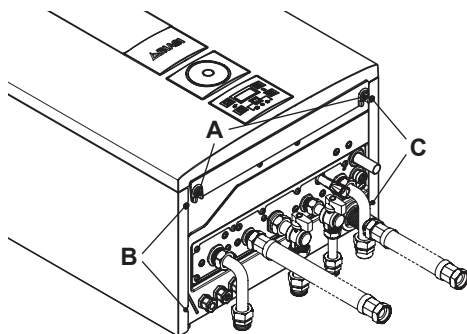
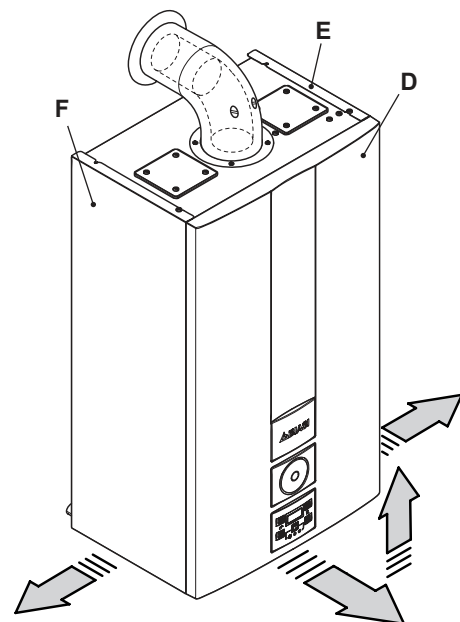

Figura 9.5
Figura 9.6
- Desenrosque los tornillos **A** y desmonte el panel frontal **D** tirando de él hacia usted y luego levantándolo para liberarlo de los alojamientos superiores (Figura 9.5 y Figura 9.6).
- Afloje los tornillos **B** y **C** de la Figura 9.5 y desmonte los dos paneles laterales **E** y **F** tirando de ellos hacia afuera.
- Sujete el panel frontal **D** con los tornillos **A** previstos (Figura 9.5).